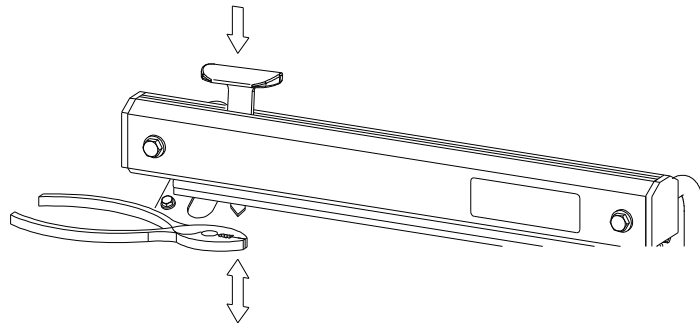

Fig. 2
7. En slitt kniv skiftes enkelt ved å trykke ned den røde knivholderen, dra ut den gamle kniven og skyv inn en ny. Kniven er meget skarp og det anbefales derfor å holde kniven med en tang (fig.2).
7. Zużyty nóż można wymienić poprzez wciśnięcie czerwonego uchwytu noża, wyciągnięcie starego noża i włożenie nowego. Zaleca się, aby przy tej czynności posłużyć się kombinerkami (Rys. 2).